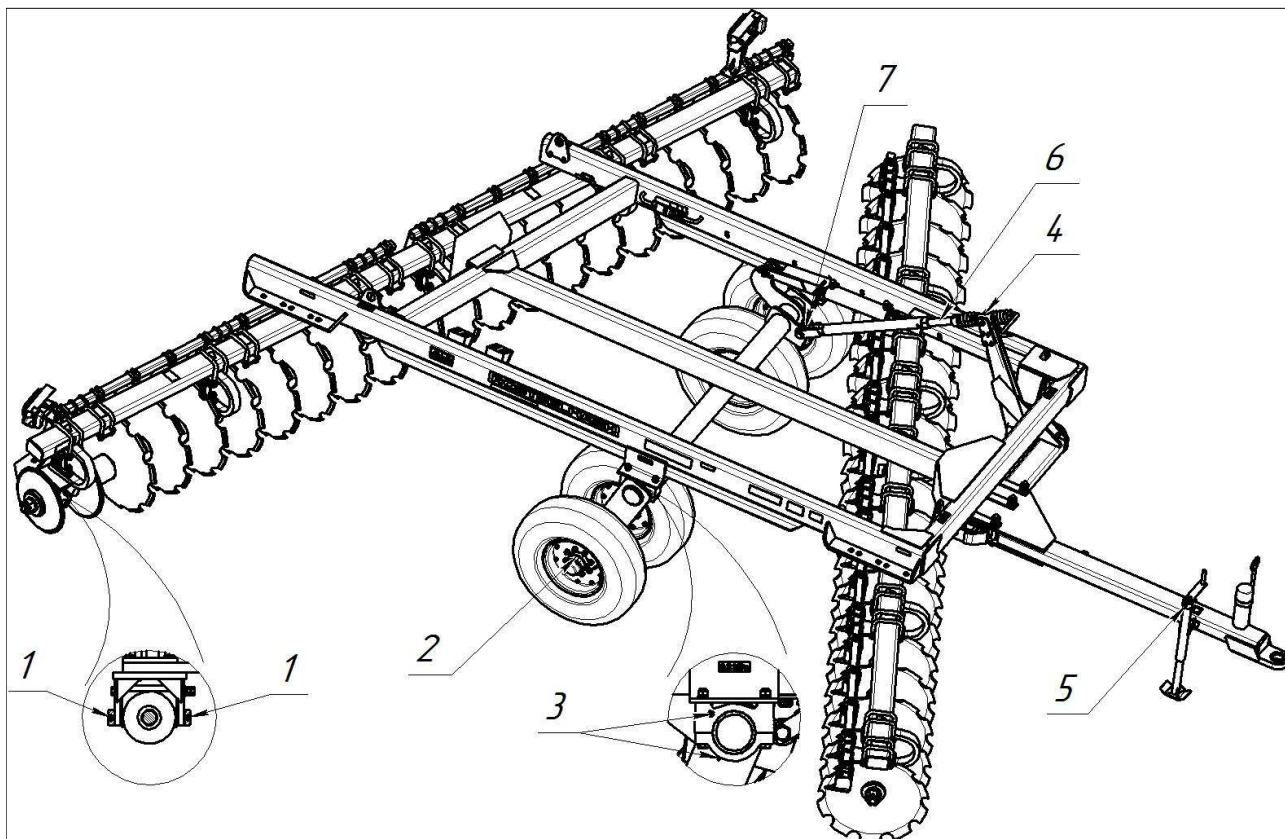

Рисунок 7.1 - Места смазки бороны
7.1.1 Техническое обслуживание при эксплуатационной обкатке: <ul style="list-style-type: none"><li>– произвести сборку бороны согласно РЭ;</li><li>– удалить консервационную смазку;</li><li>– проверить и, при необходимости, подтянуть резьбовые соединения;</li><li>– проверить давление воздуха в шинах и, при необходимости, подкачать до номинального (0,3 МПа);</li><li>– смазать составные части согласно таблице 7.2 и схеме смазки (рисунок 7.1);</li><li>– проверить гидросистему и при обнаружении течи масла устранить неисправность</li></ul>	Перед началом эксплуатации
7.1.2 Техническое обслуживание по окончании обкатки: <ul style="list-style-type: none"><li>– осмотреть и очистить борону;</li><li>– проверить гидросистему и при обнаружении течи масла устранить неисправность;</li><li>– проверить и, при необходимости, подтянуть резьбовые соединения;</li><li>– при необходимости, смазать составные части бороны, согласно таблице 7.2 и схеме смазки (рисунок 7.1);</li><li>– обнаруженные неисправности должны быть устранены</li></ul>	По окончании эксплуатационной обкатки
<p>7.1.4 Периодическое техническое обслуживание (далее ТО-1)</p> <ul style="list-style-type: none"> <li>– очистить наружные поверхности бороны;</li> <li>– проверить комплектность бороны, техническое состояние составных частей, отсутствие подтекания масла в гидросистеме, качество затяжки резьбовых соединений, правильность агрегатирования, степень износа рабочих органов;</li> <li>– устранить все неисправности, обнаруженные при осмотре;</li> <li>– произвести необходимые регулировочные работы. Заменить, при необходимости, изношенные детали при достижении предельного износа;</li> <li>– проверить давление воздуха в шинах и, при необходимости, подкачать до номинального (0,3 МПа);</li> <li>– смазать, при необходимости, составные части бороны согласно таблице 7.2 и схеме смазки (рисунок 7.1).</li> </ul>	Через 50, 100, 150 часов основного времени
<p>7.1.5 Техническое обслуживание перед началом сезона работы (ТО-Э):</p> <ul style="list-style-type: none"> <li>– очистить детали и узлы от смазки, снять герметизирующие устройства;</li> <li>– установить составные части и принадлежности;</li> <li>– проверить работу гидросистемы;</li> <li>– проверить и подтянуть резьбовые соединения;</li> <li>– проверить давление воздуха в шинах и, при необходимости, подкачать до номинального (0,3 МПа);</li> <li>– смазать составные части согласно таблице 7.2 и схеме смазки (рисунок 7.1).</li> </ul>	Перед началом сезона работ
<p>7.1.8 Техническое обслуживание при кратковременном хранении</p> <p>При техническом обслуживании при подготовке к кратковременному хранению выполнить следующие операции:</p> <ul style="list-style-type: none"> <li>– установить борону на площадку без снятия сборочных единиц и деталей;</li> <li>– очистить от пыли, грязи и растительных остатков;</li> <li>– металлические, неокрашенные поверхности законсервировать.</li> </ul> <p>При техническом обслуживании в период кратковременного хранения проверить правильность установки бороны на площадке и комплектность.</p> <p>При техническом обслуживании в период снятия с кратковременного хранения выполнить следующие операции:</p> <ul style="list-style-type: none"> <li>– расконсервировать детали и узлы от смазки;</li> <li>– проверить работу гидросистемы;</li> <li>– проверить и, при необходимости, подтянуть резьбовые соединения;</li> <li>– при необходимости смазать составные части согласно схеме (рисунок 7.1) и таблице 7.2;</li> <li>– проверить давление воздуха в шинах (0,3 МПа) и, при необходимости, подкачать;</li> <li>– обнаруженные дефекты устранить.</li> </ul> <p>Подготовку к кратковременному хранению необходимо произвести непосредственно после окончания работы, а к длительному хранению – не позднее 10 дней с момента окончания работ.</p> <p>Название смазываемых узлов, периодичность смазки, материалы, используемые для смазки бороны, приведены в таблице 7.2. Схема смазки бороны представлена на рисунке 7.1.</p>	<p>Перерыв до 10 дней до 2 месяцев</p>